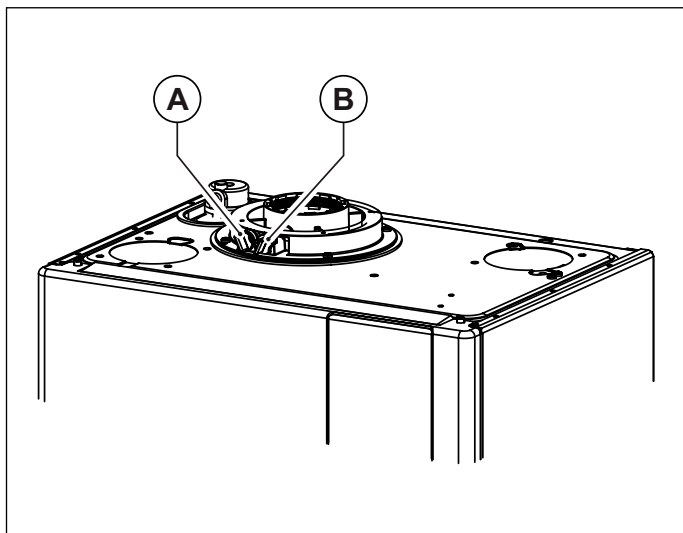
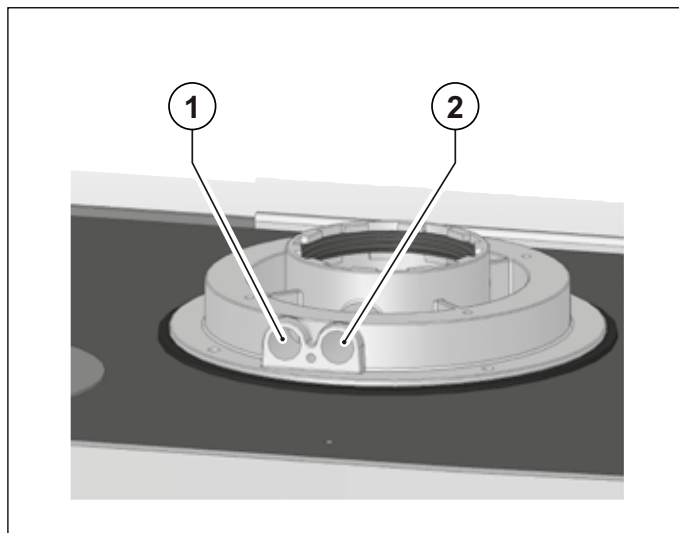

Рис. 15 Положення заглушок
Рис. 16 Положення отворів
На котлі є патрубок для підключення до системи забору повітря/димовідведення (дивись Рис. 15 Положення заглушок та Рис. 16 Положення отворів).
В патрубок передбачено два отвори для прямого доступу до повітря, що йде на згоряння, та до димових газів (дивись Рис. 15 Положення заглушок).
Для проведення вимірів необхідно зняти заглушки **A** та **B** з отворів на патрубок (дивись Рис. 15 Положення заглушок).
- замір температури повітря що йде на горіння **1** (дивись Рис. 16 Положення отворів).
- замір температури димових газів та вмісту CO₂ в спеціальному отворі **2** (дивись Рис. 16 Положення отворів).